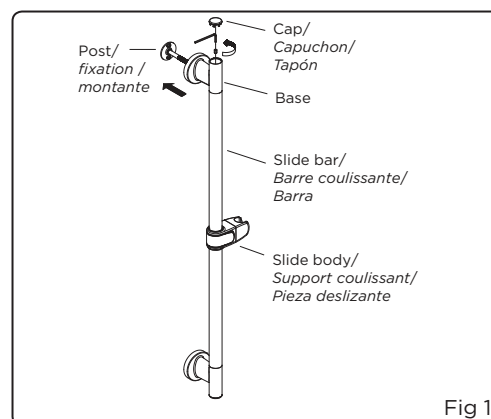

Fig 1
1. Remove cap. Using hex wrench (supplied), loosen set screw and remove post from slide bar base (Fig 1).
Enlever le capuchon. À l'aide de la clé hexagonale (fournie), desserrer la vis de pression et retirer la fixation de la base de la barre (fig. 1).
Quite el tapón. Utilice la llave hexagonal provista para aflojar el tornillo de presión y quite la sujeción de la base de la barra (fig. 1).